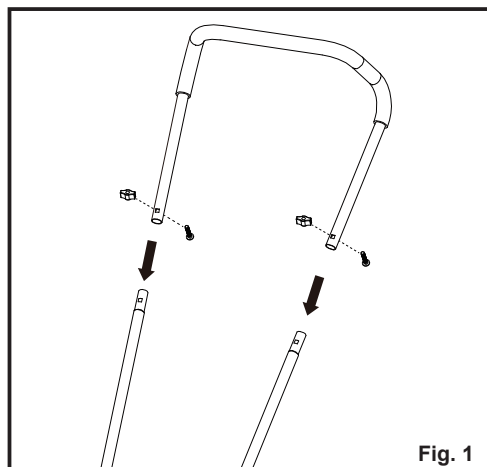

Fig. 1
- Fije el mango superior a los mangos centrales con dos pernos y dos pomos giratorios (Fig. 1).